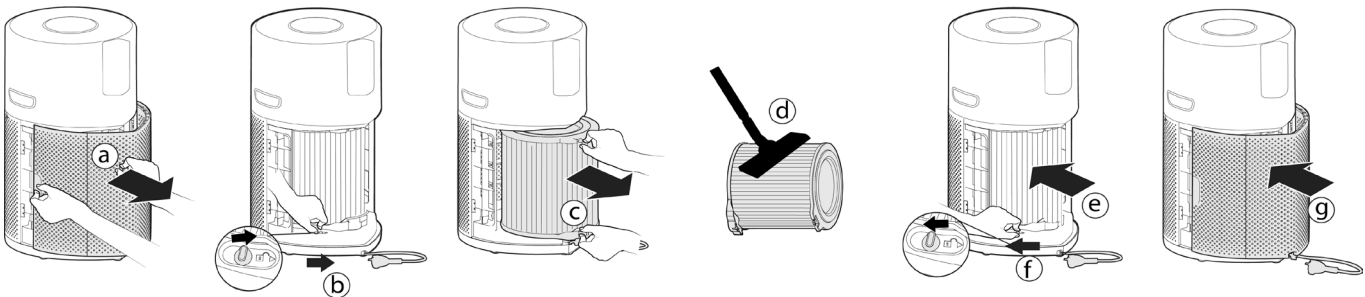

Рис. 14
#### Очистка / Замена фильтра: [Рис. 14]
- Снимите крышку блока забор воздуха с прибора. [Рис. 14а]
- Откройте защелку фиксатора фильтра. [Рис. 14б]
- Снимите фильтр с прибора. [Рис. 14с]
- С помощью пылесоса очистите наружную сетку на блоке фильтра ИЛИ замените на НОВЫЙ фильтр. [Рис. 14д]
- Верните блок фильтра в прибор. [Рис. 14е]
- Закройте защелку фиксатора фильтра. [Рис. 14ф]
- Установите крышку блока забор воздуха на прибор. [Рис. 14г]